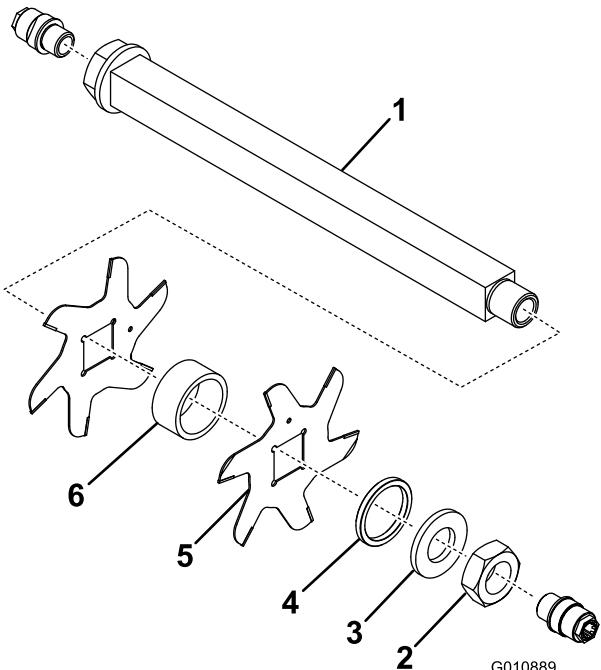

Figura 11
- Retire o espaçador pequeno, a anilha, as lâminas e os espaçadores grandes. Limpe e lubrifique o eixo quadrado com uma leve camada de massa para facilitar montagem (Figura 11).